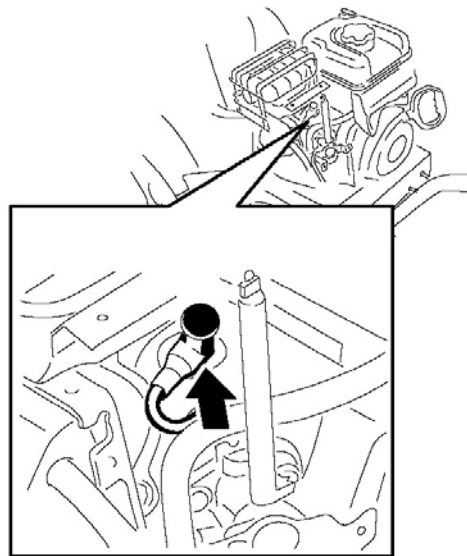

Рисунок 45.
4. Очистите поверхность вокруг основания свечи зажигания (Рис. 45).